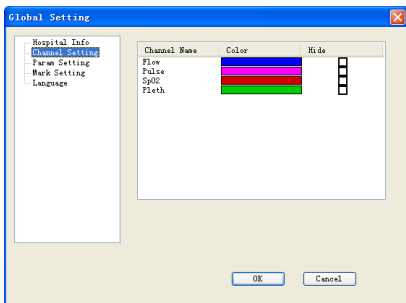

Fig. 5-2-2
**(2)** Choisir la couleur ou l'état des tracés provenant de chaque dérivation dans l'interface "Channel setting" (voir Fig. 5-2-2):